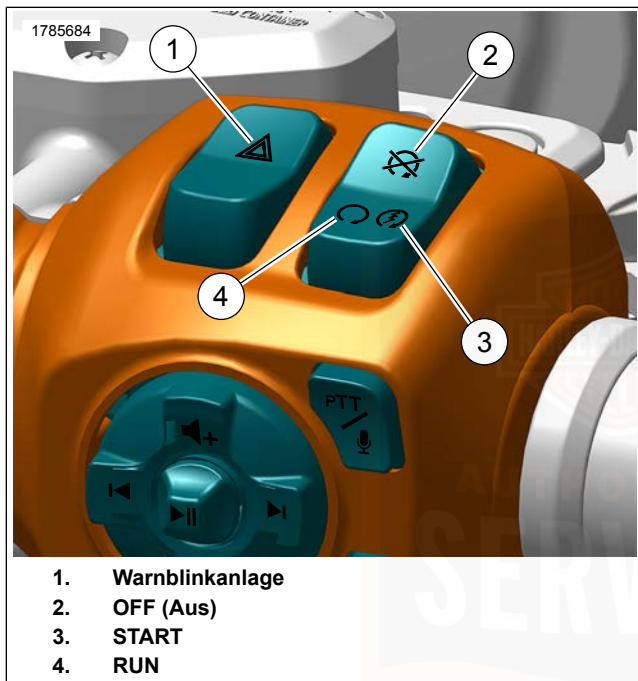

Abbildung 53. RHCM: Tasten des Motorbetriebsschalters und der Warnblinkanlage
1. Siehe Abbildung 53. Bei vorhandenem Sicherheitsschlüsselanhänger den Motorbetriebsschalter auf RUN (Ein) (4) stellen. Den Gasdrehgriff nicht drehen.
5. Den Anlasserknopf (3) zum Anlassen des Motorrads drücken und loslassen.
2. Siehe Abbildung 53 . Den Motorbetriebsschalter auf OFF (Aus) (2) stellen.
1. Siehe Abbildung 53 . Den Motorbetriebsschalter auf RUN (Ein) stellen.
1. Siehe Abbildung 53 . Den Motorbetriebsschalter auf OFF (Aus) (2) stellen.